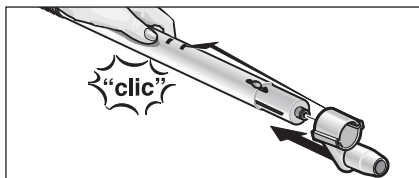

Fig. 4: Påsætning af låsekrogen
- Skub låsekrogen (G4) på det nederste forlængerrør og lad den gå i indgreb i låsen (G2) (se fig. 4).